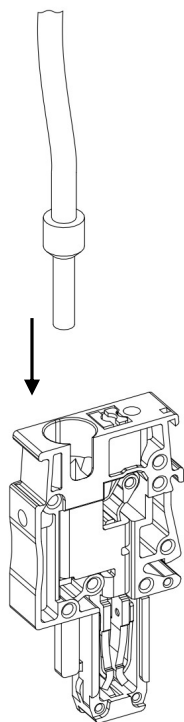
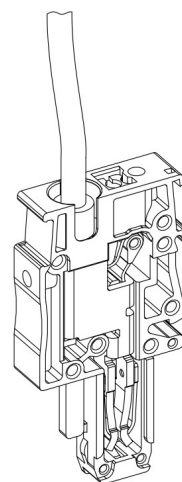

Рисунок 35 – ввод проводника в точку подключения
Рисунок 36 – проводник в точке подключения
- Вставьте гибкий проводник подходящего сечения с кабельным наконечником до упора в точку подключения (**овальное** отверстие) штекера (рис. 35; рис. 36);